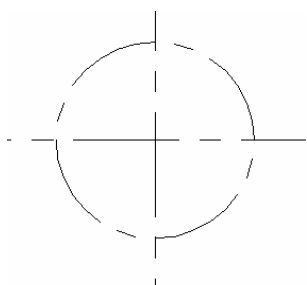

图 4-33
(3)单击【绘图】工具栏上的按钮，绘制一辅助圆，半径为 30。如图 4-33 所示。